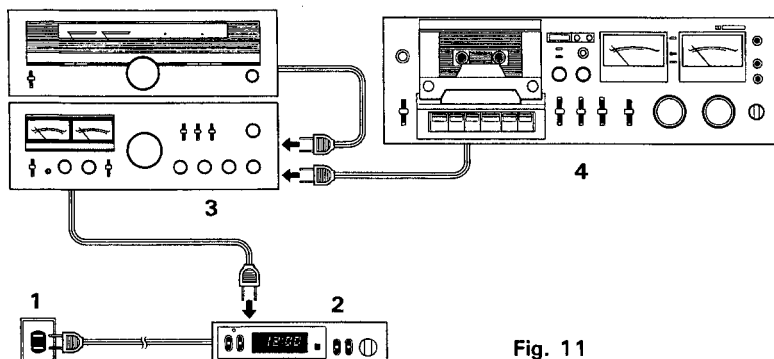

Fig. 11
Connecter le cordon d'alimentation comme montré sur l'illustration. (Fig. 11)
1. Die Netzkabel der verwendeten Geräte gemäß Fig. 11 mit einer Mehrfach-Steckverbindung (Tischsteckdose) und deren Anschlußkabel oder direkt mit der Schaltuhr verbinden. Die Schaltuhr und das Netz anschließen. (Bedienungsanleitung für die Schaltuhr genau beachten).
Verbind de netsnoeren zoals aangegeven in Fig. 11.
Anslut nätkontakterna enligt skissen (Fig. 11).